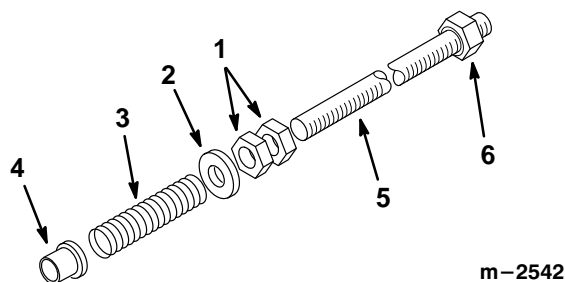

Figure 7
4. Visser 2 contre-écrous de 1/2" à environ 9" (22,8 cm) sur chaque tige de réglage (Fig. 7).
5. Insérer une entretoise de 1/2", un ressort et un coussinet sur chaque tige de réglage, en plaçant la collerette du coussinet du côté du ressort (Fig. 7).